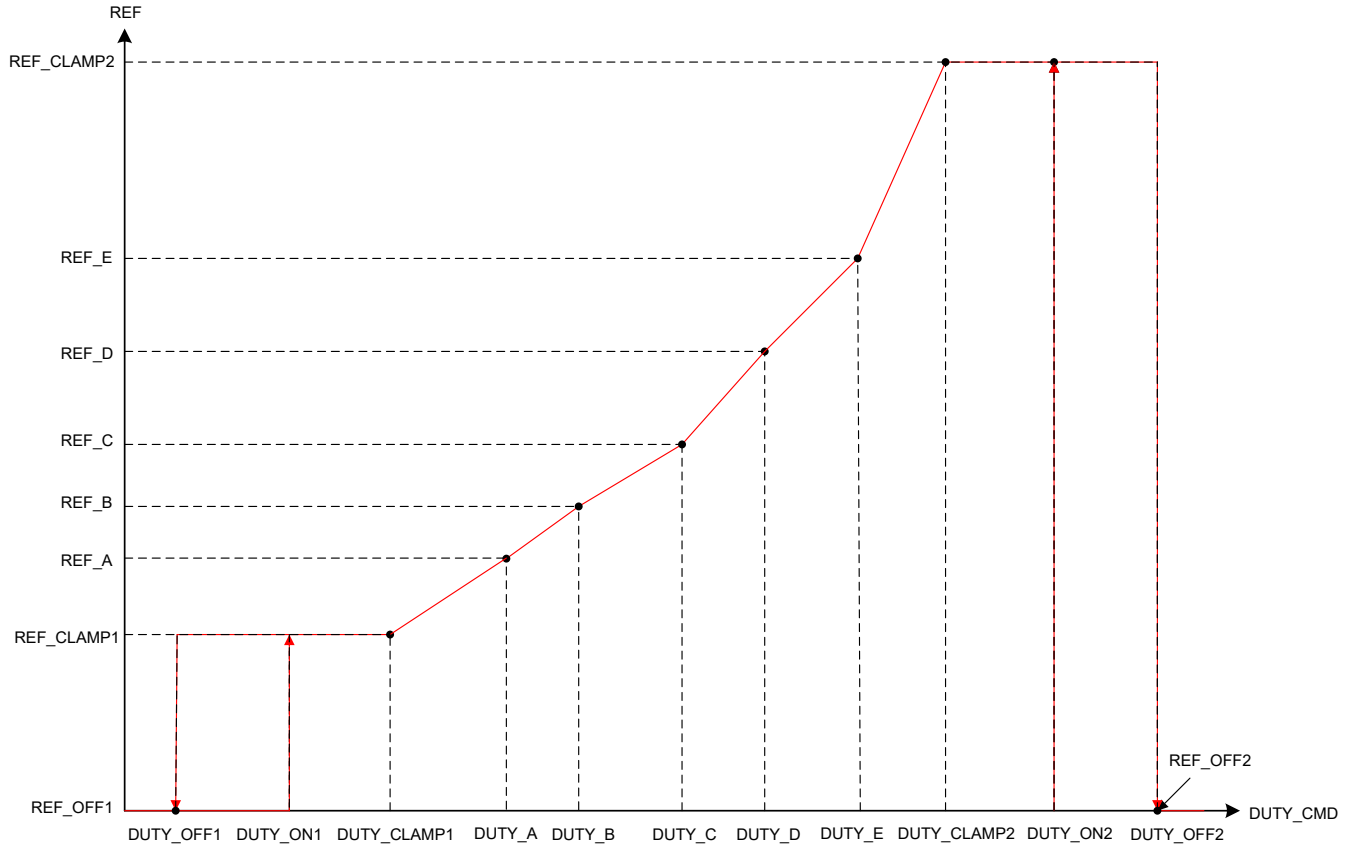

図 7-10. リニア制御プロファイル
- DUTY_OFF1 と DUTY_ON1 は、リファレンス制御入力 REF_CLAMP1 および REF_OFF1 間を遷移する際のヒステリシスを設定します (図 7-10 を参照)。
- DUTY_A は、リファレンス REF_A のデューティ・コマンドを設定します。DUTY_CLAMP1 と DUTY_A の間で、リファレンスは REF_CLAMP1 から REF_A まで直線的に変化します。DUTY_A から DUTY_E は、図 7-10 と同じ順序である必要があります。
- DUTY_OFF2 と DUTY_ON2 は、リファレンス制御入力 REF_CLAMP2 および REF_OFF2 間を遷移する際のヒステリシスを設定します (図 7-10 を参照)。